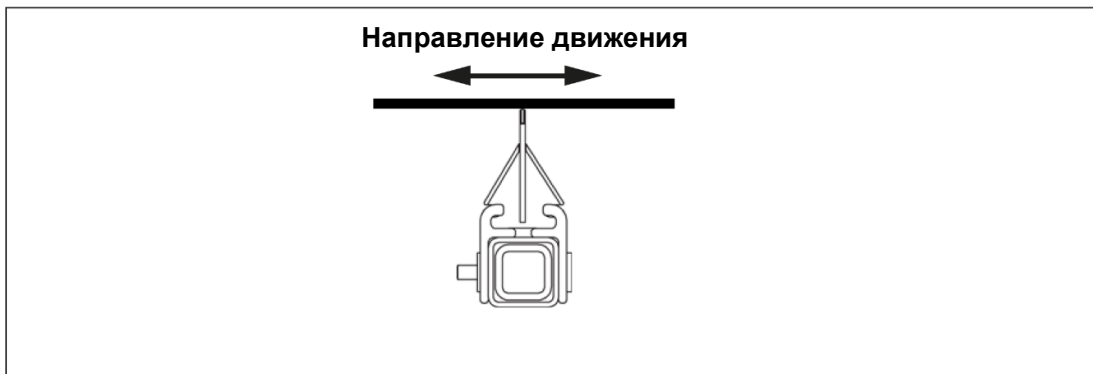

Рис. 31
- c) Вставьте новые ножи в картридж (1, рис. 31).
- d) Вставьте нож до упора (рис. 31).